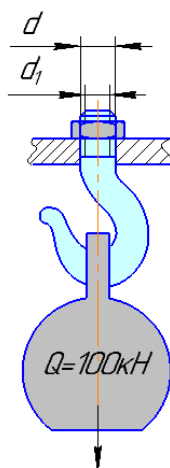

Рисунок 4 – Иллюстрация к задаче 4
4. Определить оптимальный диаметр резьбовой части хвостовика грузового крюка для силы $Q=100$ кН. Гайку заворачивают, но не затягивают (рисунок 4). Материал крюка подобрать самостоятельно (используя предоставленную справочную литературу) из сталей, прочностные характеристики которых выше стали 30. Предельно-допустимое напряжение при растяжении стали 30 $[\sigma_p] = 125$ МПа.